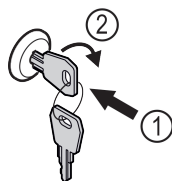

Fig. 180 Eksempelfremstilling
- Trykk inn nøkkelen Fig. 180 (1).
- Vri nøkkelen 90° med klokka Fig. 180 (2).